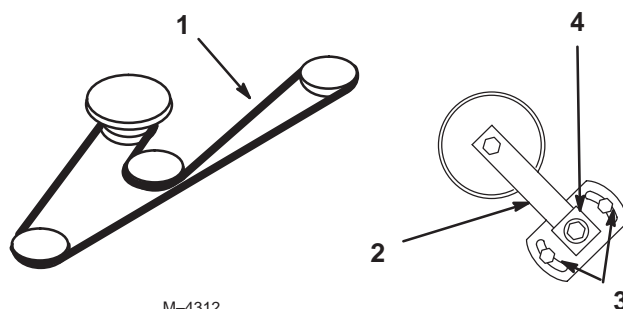

Figure 61
3. Desserrez les deux écrous de fixation de la plaque du bras de tension et déplacez ce dernier pour détendre la courroie sur la poulie de tension. Déposez la courroie usée du plateau de coupe (Fig. 61).
4. Installez une courroie neuve autour des poulies d'axe, du guide-courroie, de la poulie de tension et dans la gorge inférieure de poulie d'axe centrale (Fig. 61).